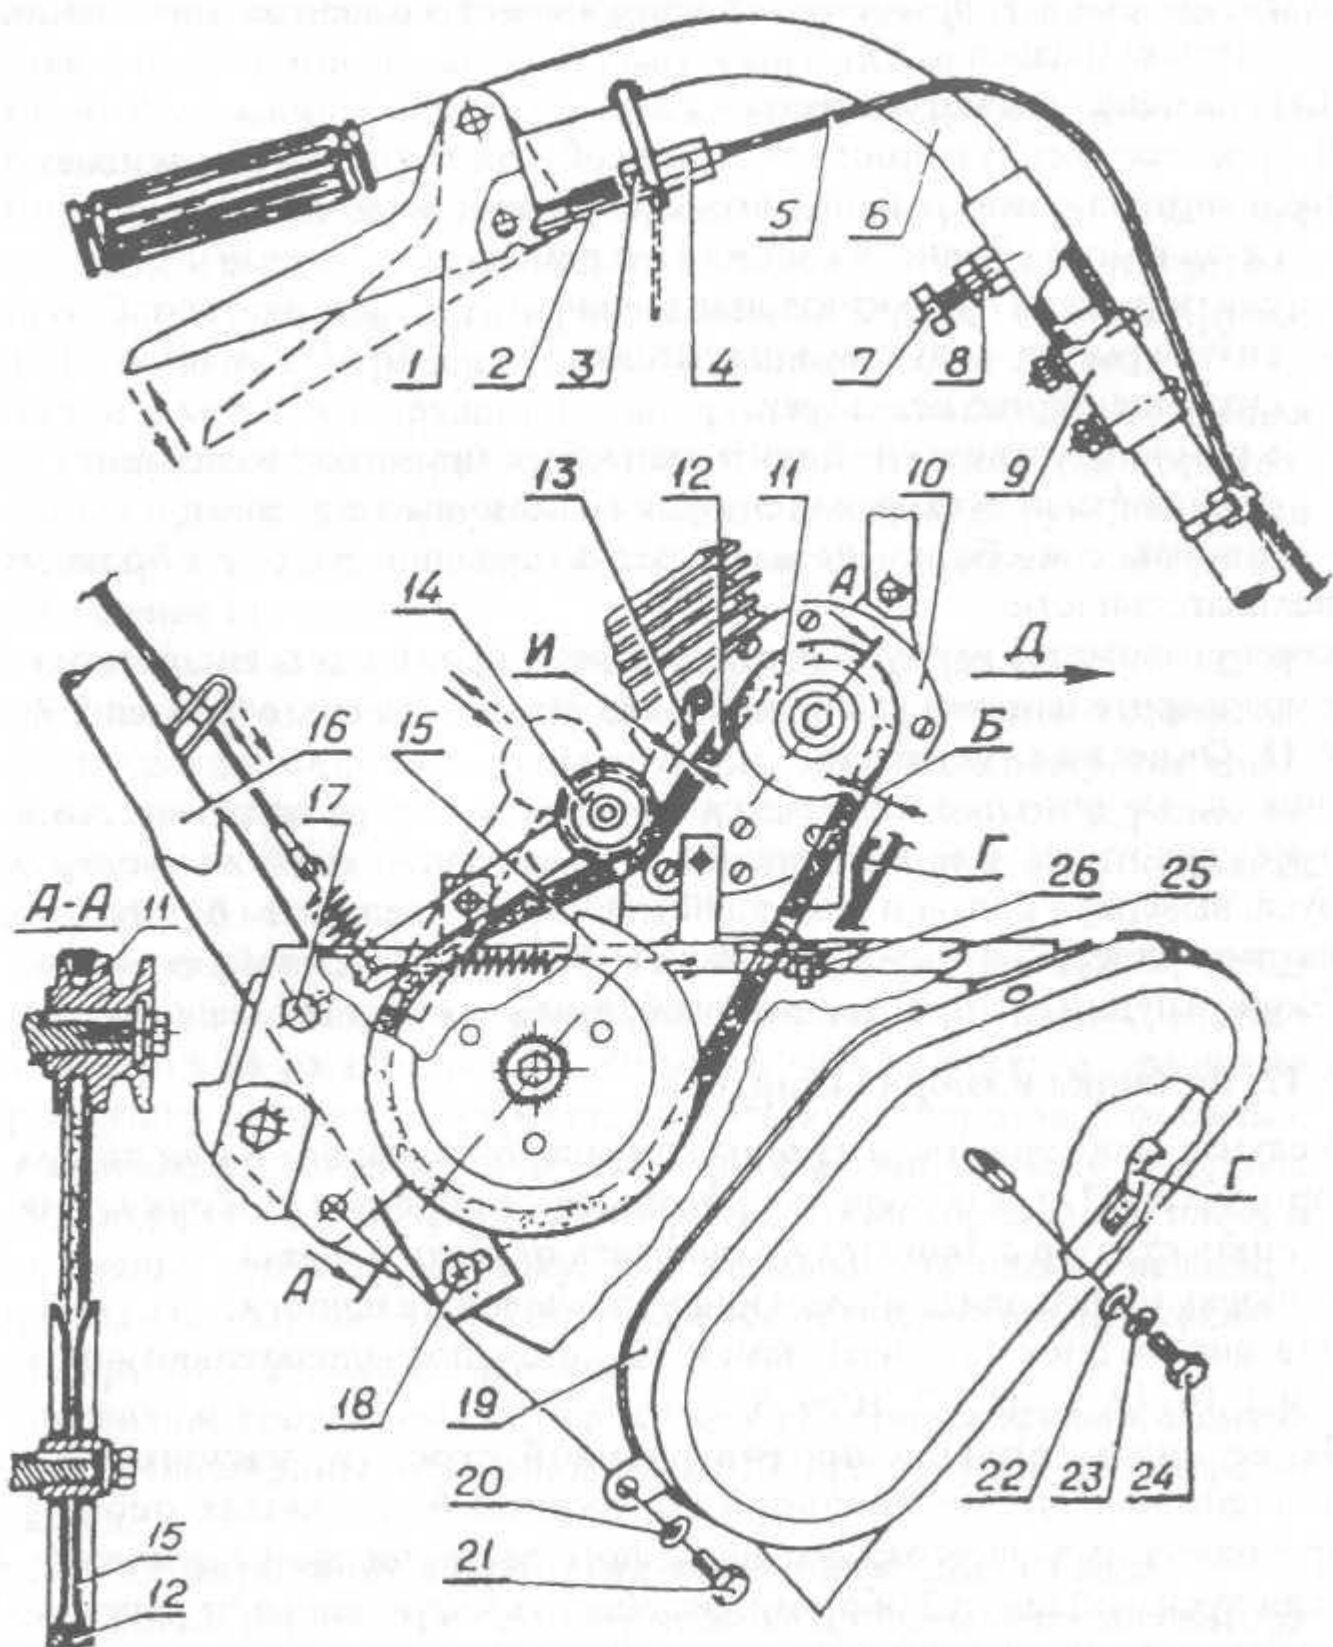

Рис. 9. Механизм привода (сцепления) мотокультиватора Крот
Основное натяжение клинового ремня производить при выключенном сцеплении перемещением двигателя 10 (рис. 9) вдоль рам 25 (по стрелке Д). Предварительно вывернув винты 21, 24 с шайбами 20, 22, 23, снять кожух 19 и ослабить четыре гайки 26 крепления двигателя к рамам. Натяжение должно быть максимальным, но не вызывать вращение роторов. Контроль регулирования можно производить медленной прокруткой двигателя с помощью стартера.
- снять кожух 19 (рис. 9), шкив 11 и ремень 12;